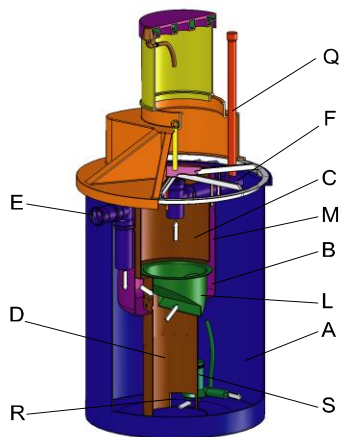

Рис. 5. Аэратор
Очищенная на 50-60% сточная вода самотеком через выходной патрубок поступает на станцию аэрации (Рис. 5).
После предварительной обработки в септике-отстойнике сточная вода через входной трубопровод Е (Рис. 5) поступает в азротенк для дальнейшей очистки. В емкости «А» азротенка вода насыщается кислородом воздуха (аэрируется) при помощи погружного насоса (S).
Аэрированная смесь перетекает из емкости окислирования-нитрификации «А» (Рис. 5) в емкость «В», через первую серию отверстий (Т1), сделанных в верхней части ускорителя (М) и стекает по вертикали вниз. В нижней зоне емкости «В» поток перетекает в емкости (С) и (D) через серию отверстий (Т2).